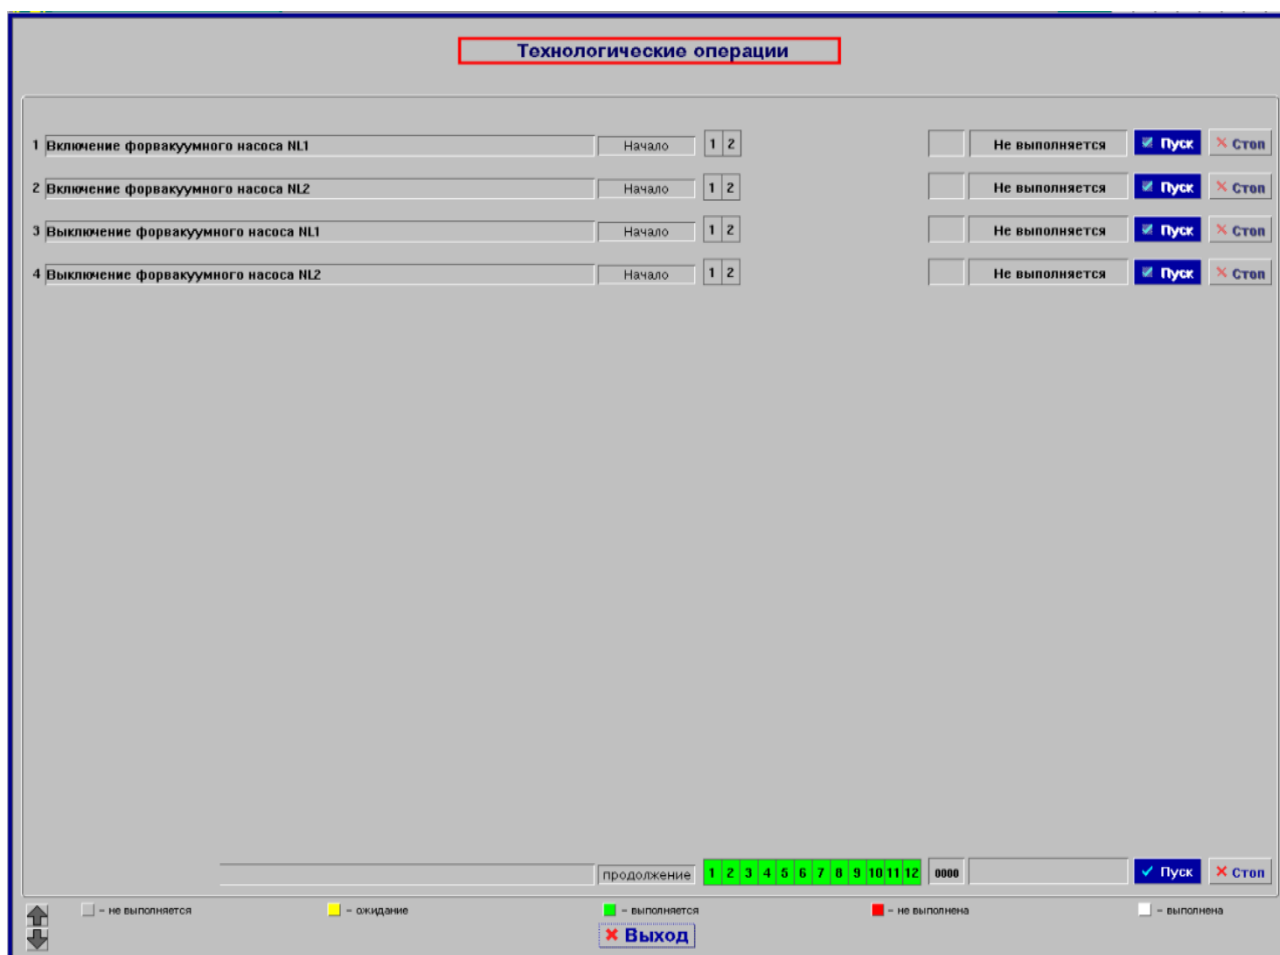

Рисунок 14 - Окно отображения состояния технологических операций
7.14.2 Для отображения и управления состоянием технологических операций необходимо нажать клавишей «мыши» на кнопку «Технологические операции» в окне выбора мнемосхем (пример, см. рис. 2). После этого на экране дисплея отобразится окно (пример, см. рис. 14), в котором будет представлена таблица технологических операций. Управление таблицей (включение/отключение, пуск/стоп операций и т.п.) может быть выполнено только в том случае, если текущий пользователь обладает соответствующими правами. При отсутствии необходимых прав доступа таблица технологических операций отображается только в режиме просмотра (горит красная рамка вокруг заголовка окна, управление заблокировано).